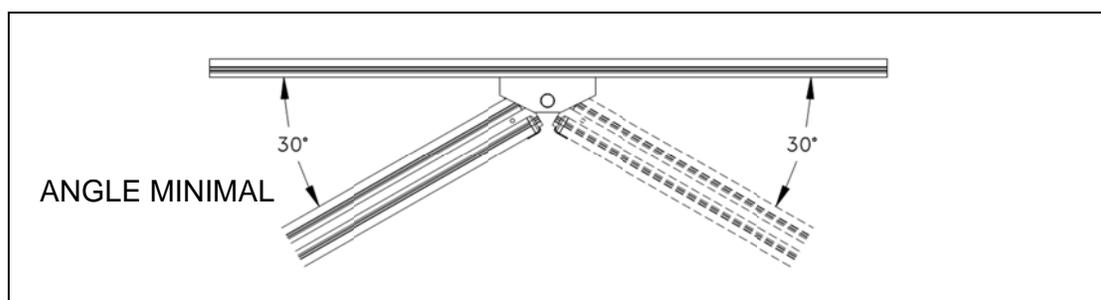

Figure 13
- 4) Consultez la section « Pour débiter » pour connaître les positions suggérées. Glissez l'attache du rail pivotant à sa position finale. Pour l'assemblage à 3 poteaux, le support doit être placé de façon à ce que le rail, lorsque tourné, ne crée pas un angle au-delà du maximum permis (voir Figure 13).